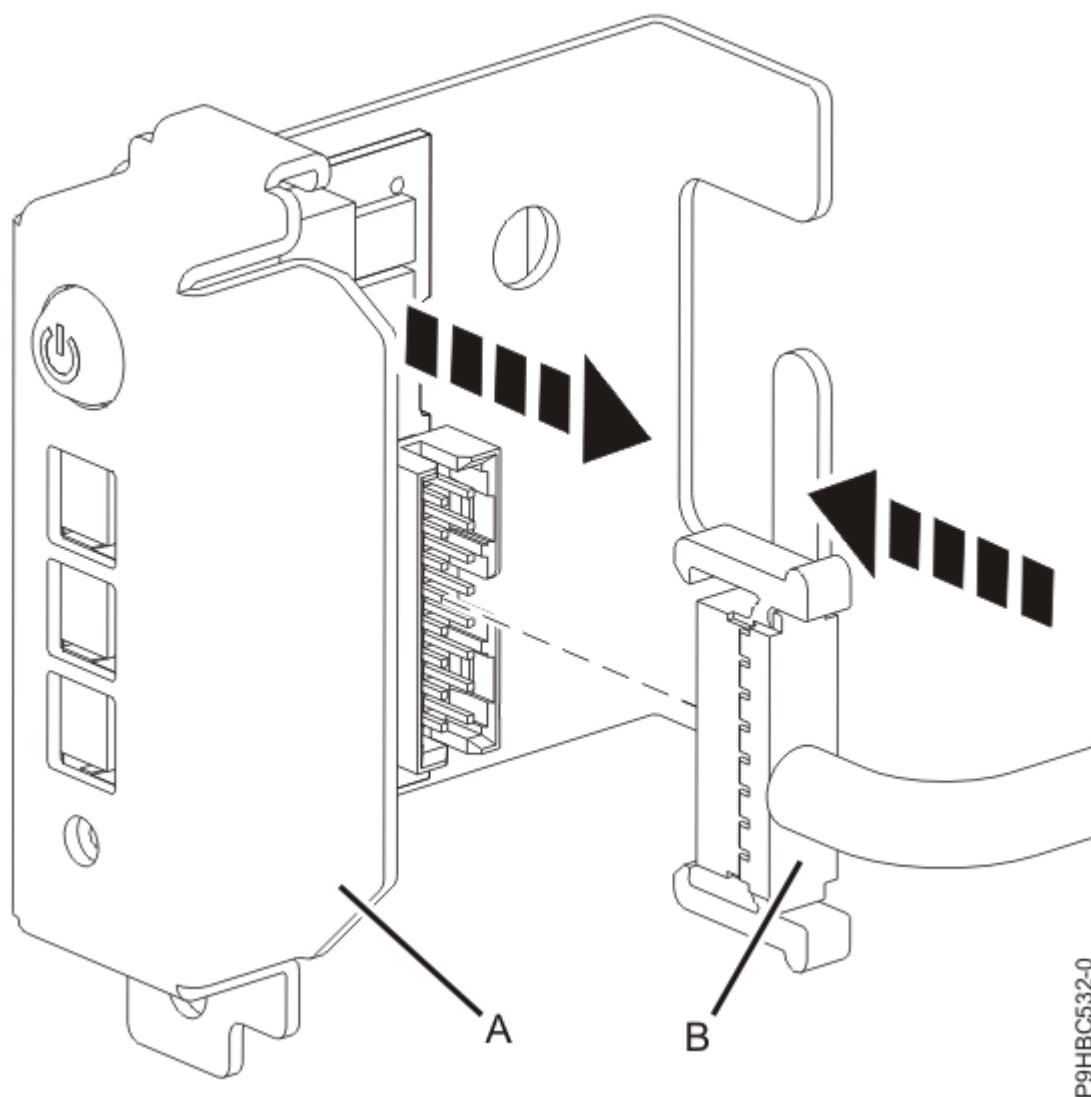

Figure 23. Raccordement du panneau de commande au câble pour un système autonome
2. Connectez le panneau de commande **(A)** au câble du panneau de commande **(B)**, comme illustré à la Figure 22, à la page 24 ou la Figure 23, à la page 25.